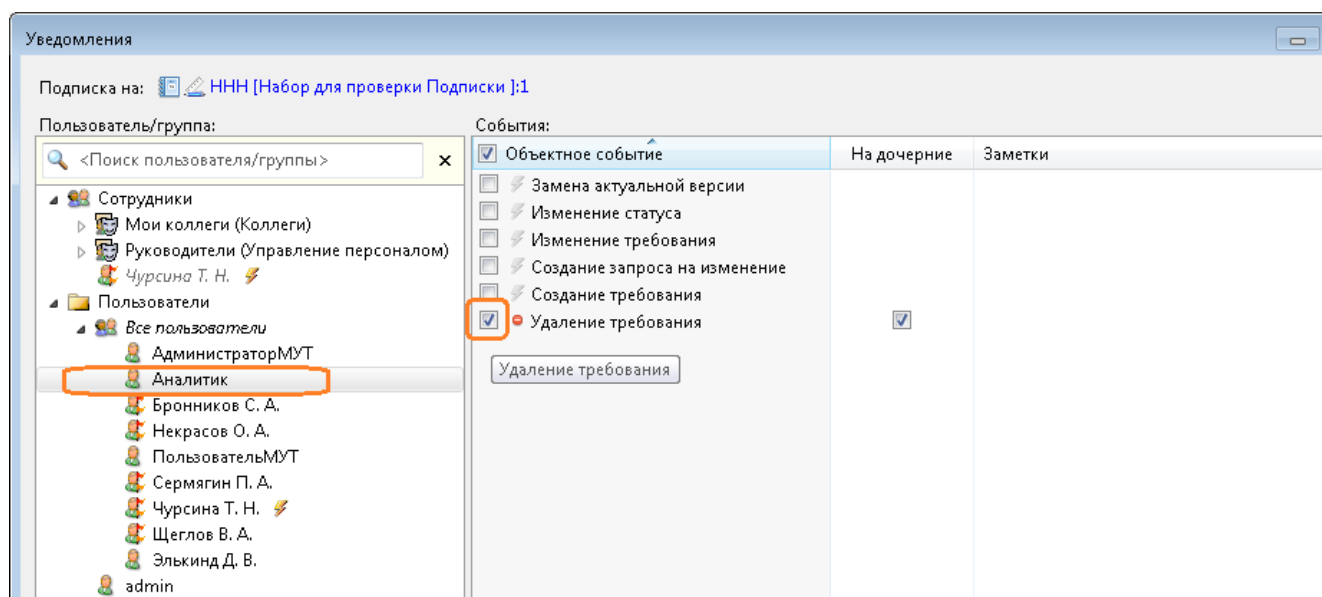

Рисунок 68 — Окно «Уведомления» пользователей – получателей уведомлений
- в окне «Уведомления» (в левой части окна) выбрать из списка пользователя – получателя уведомлений (Рисунок 68);